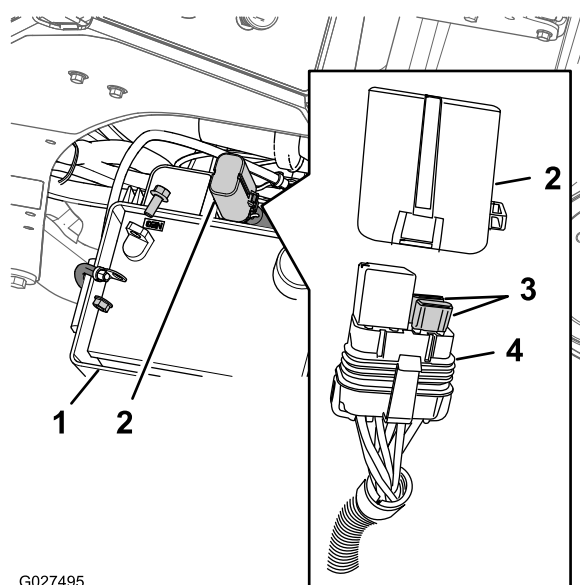

Figure 78
2. Appuyez sur les languettes du porte-fusibles/relais pour en détacher le couvercle (Figure 78).
3. Sortez le fusible de son emplacement dans le porte-fusibles/relais (Figure 78).
4. Insérez un fusible de même type (20 A) dans l'emplacement dans le porte-fusibles/relais (Figure 78).
5. Poussez le couvercle sur le porte-fusibles/relais jusqu'à ce qu'il s'enclenche en place (Figure 78).